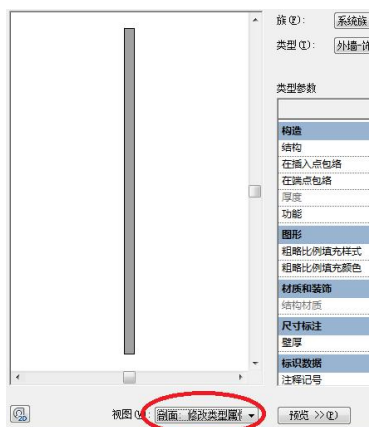

图 3-18 在剖面下进行预览
- 点击“类型属性”对话框左下角的“预览”按钮，打开预览窗格。在预览窗格下，选择“剖面：修改类型属性”（图 3-18）。